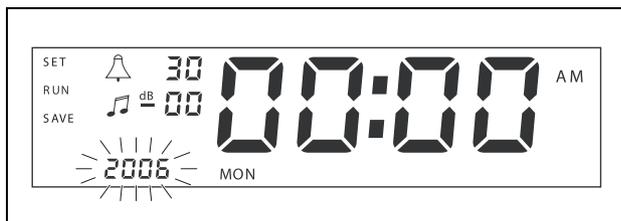

figura 5.1: Inicio de la secuencia de configuración de fecha y hora
- 2 Pulse y mantenga pulsado el botón Set hasta que el año empiece a parpadear (véase figura 5.1).